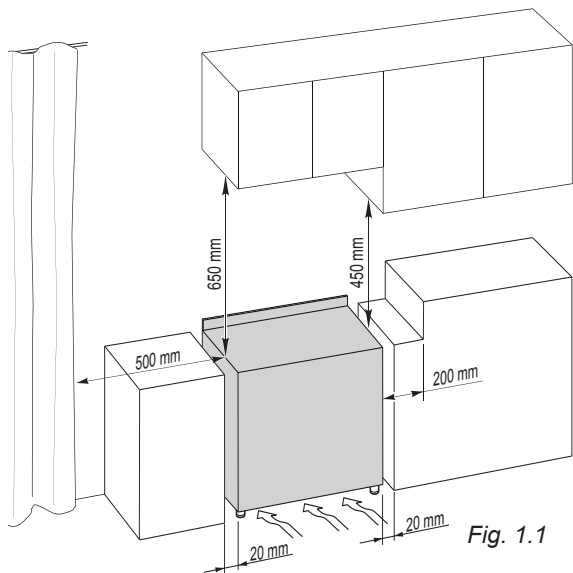

Fig. 1.1
Le condizioni di installazione, per quanto riguarda la protezione contro il surriscaldamento delle superfici adiacenti alla cucina, devono essere conformi alle figure 1.1 oppure 1.2.
■ Classe 1 (fig. 1.1)